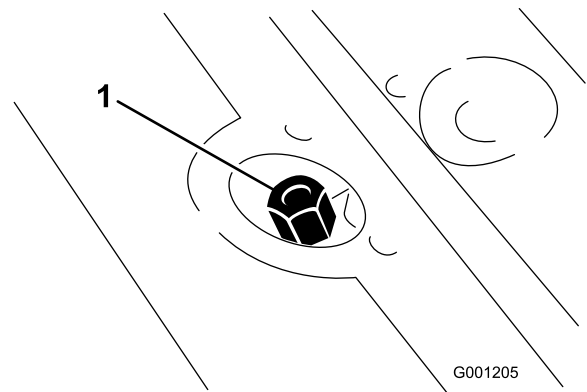

Figura 25
2. Retire la varilla (Figura 25) del cuello de llenado y límpiela con un paño limpio. Enrosque el tapón de la varilla con la presión de los dedos solamente en el cuello de llenado, luego retírelo y compruebe el nivel de aceite. Si el nivel no está a menos de 13 mm de la muesca de la varilla, añada suficiente aceite hidráulico de alta calidad para que llegue a la muesca. No llene demasiado.